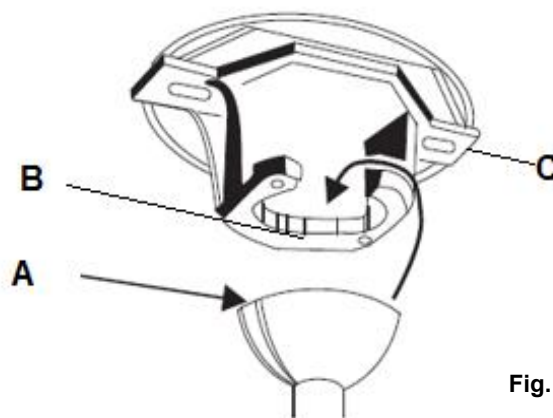

Fig. 7
Avvicinare il ventilatore alla staffa di supporto. Assicurarsi che la fessura (A) del giunto sferico sia posizionata sul perno (B) della staffa di supporto (C), in modo tale da evitare che il ventilatore ruoti quando è in funzione (Fig. 7).